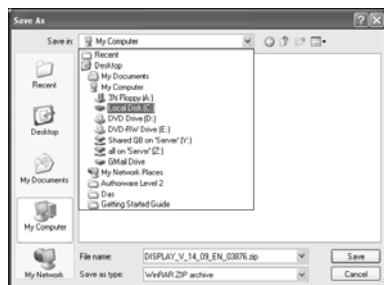

Abb. 3-19
8. Klicken Sie auf Mein Computer. Dann wählen Sie die lokale Festplatte (C:) aus dem Pull-Down-Menü von Speichern in. (siehe Abb. 3-19 und am ehesten ist Ihre lokale Festplatte die Platte C:.)